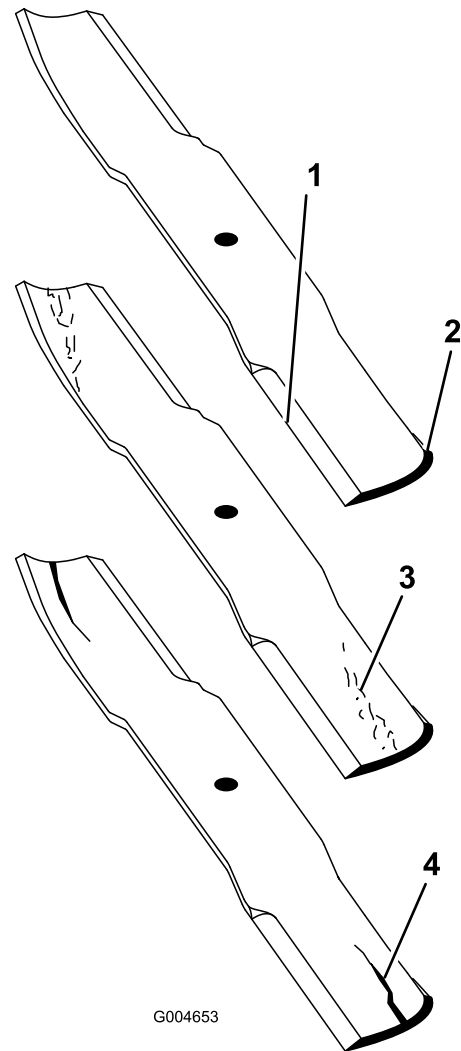

Figura 73
- Inspeccione los filos de corte (Figura 73). Si los bordes no están afilados o tienen muescas, retire las cuchillas y afílelas. Consulte Afilado de las cuchillas (página 42).
- Inspeccione las cuchillas, especialmente la parte de la vela (Figura 73). Si observa daños, desgaste o la formación de una ranura en esta zona (Figura 73), instale inmediatamente una cuchilla nueva.